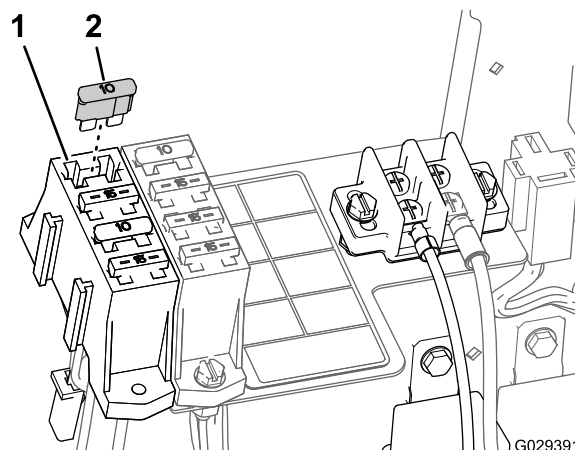

图23
- 对于保险丝盒中带有刀形连接接头的机器，在保险丝盒中安装 15A 保险丝（图23）。